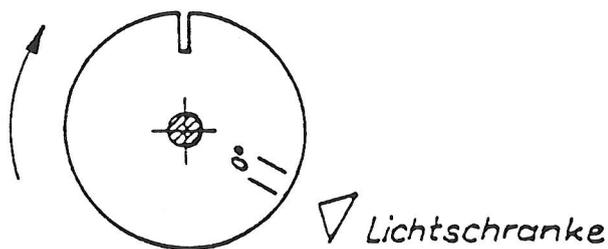

Bild 5.4 Steuerscheibe 1
- Schrittmotor $2 \frac{2}{3}$ Umdrehungen nach rechts drehen bis 0° -Markierung der Steuerscheibe 1 auf Mitte Lichtschranke steht (Bild 5.4).